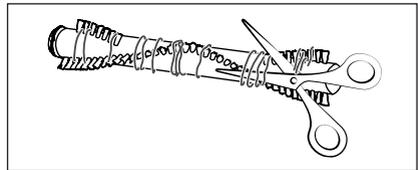

Fig. 26
- 4) Coupez les fils et les cheveux le long des poils du rouleau brosse 21 à l'aide de ciseaux (voir fig. 26). Retirez les fils et les cheveux du rouleau de la brosse 21.